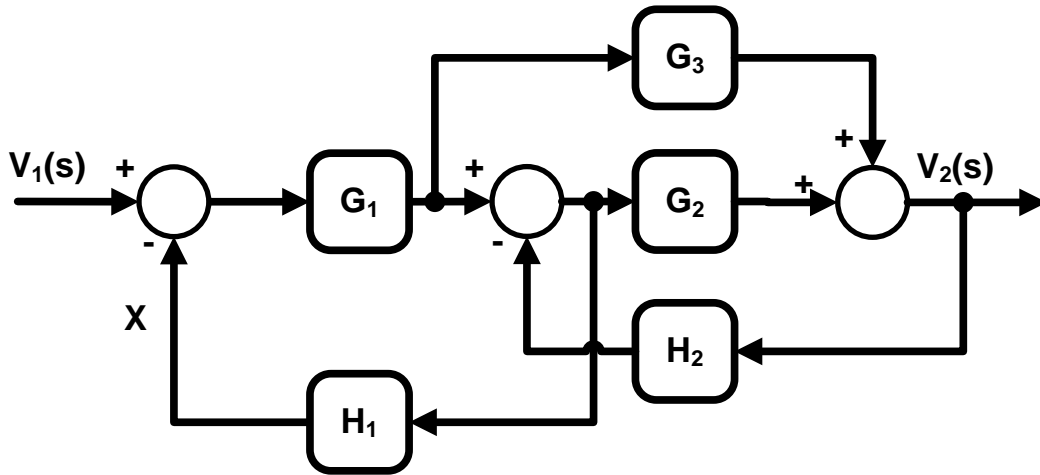

Figura 12: Diagrama de blocos.
Reduza com auxílio da fórmula de Mason o diagrama de blocos da Figura 12.
3. Reduza o diagrama de blocos da Figura 12 utilizando álgebra de blocos.